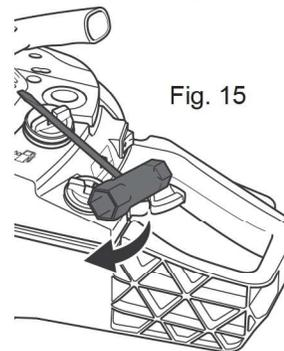

Fig. 15
- > Limpie el combustible derramado con un paño suave y vuelva a colocar la cubierta del depósito de combustible (29). Apriete bien la tapa (29) con la llave combinada (32) (Fig. 15).